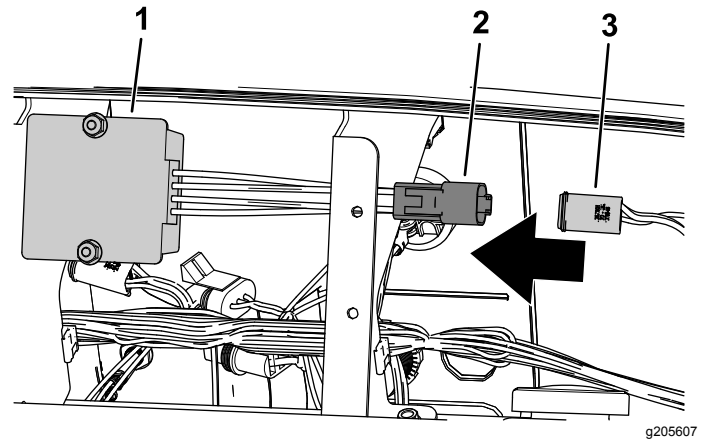

Bild 6
- Schließen Sie den 4-Buchsen-Stecker am Kabelbaum des drahtlosen Betriebsstundenzählers am 4-Stift-Stecker am vorhandenen 12-Volt-Konverter an (Bild 6).